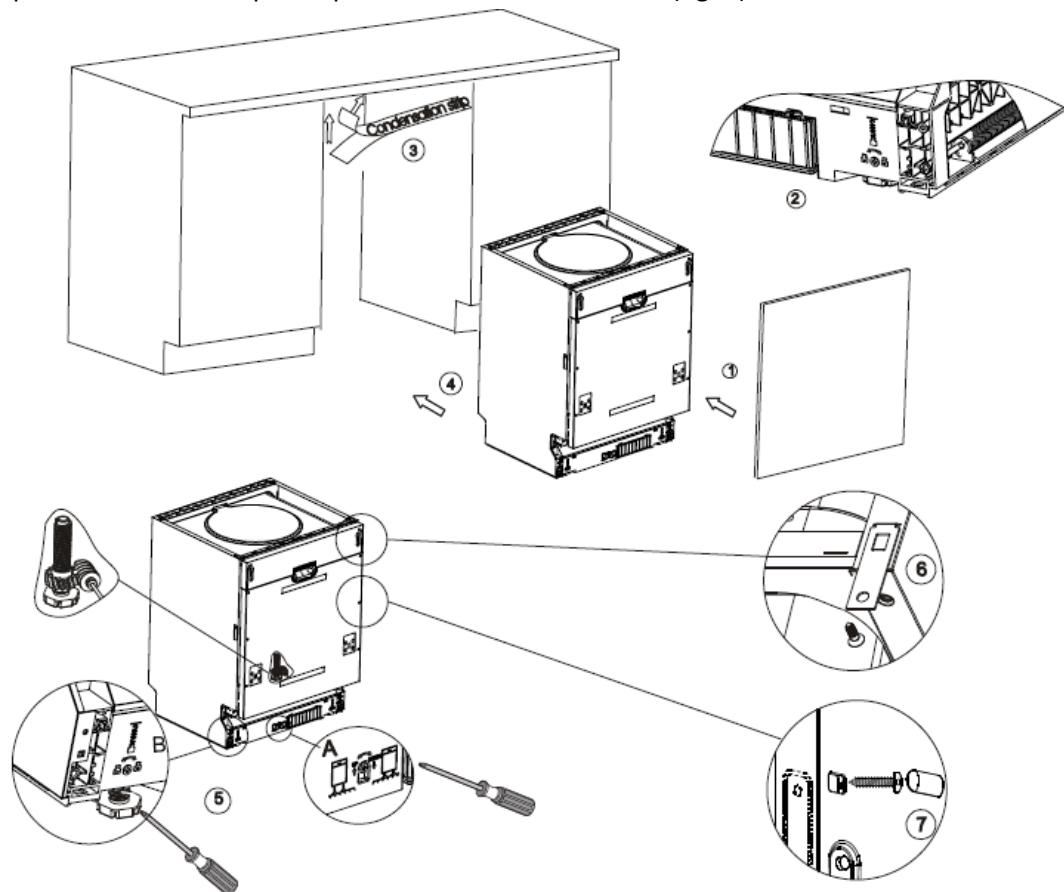

Fig. 7
- B- Se o topo for em mármore ou granito, fixar o suporte ao painel lateral da máquina e segure a máquina aos móveis. Tapar os parafusos com as borrachas (fig. 7).